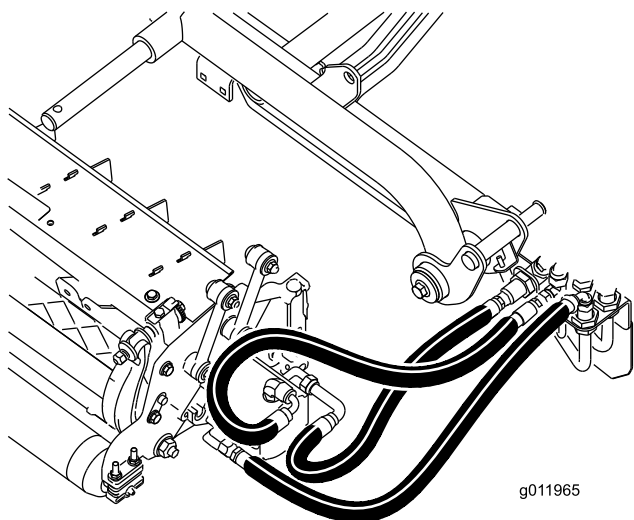

図 21
**重要** ホースが折れたりひねられたり強く曲げられたりしていないことを確認してください 図 21 のようなルートが適切です。カッティングユニットを上昇させ、左にスライドさせてくださいモデル 03171。後カッティングユニットのホースが走行ケーブルブラケットに当たらないことを確認し、必要に応じて接続部やホースの位置を再調整してください。